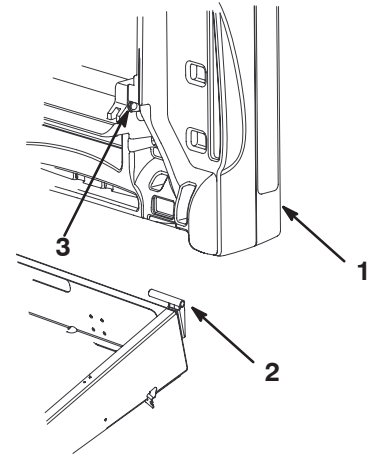

Bild 8
- Schieben Sie das Befestigungsloch der Pritsche über die Schwenkhalterung (Bild 8).